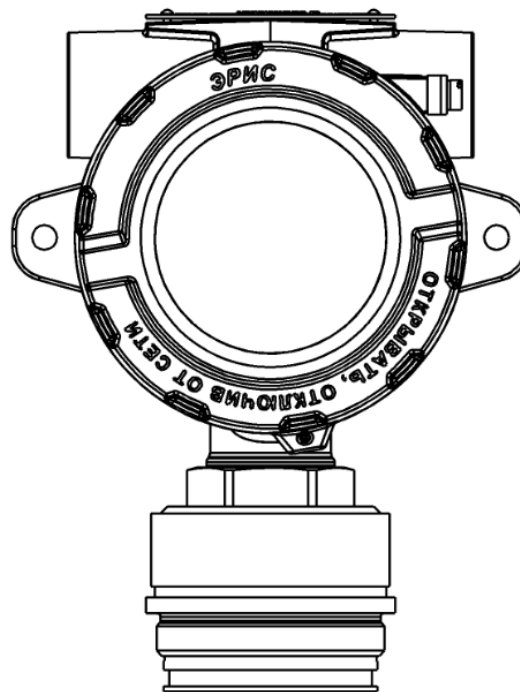

Рисунок 11 – Газоанализатор без влагозащитной насадки
- б) Снять влагозащитную насадку с газоанализатора (рис. 11);